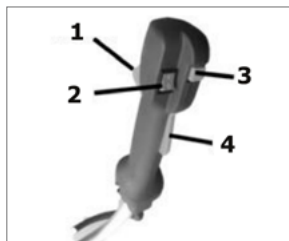

Рис. 32
- Нажмите одновременно на: Предохранитель от случайного нажатия на клавишу дроссельной заслонки+ Клавишу управления дроссельной заслонкой + Фиксатор клавиши дроссельной заслонки (рис. 32 поз. 1,3,4).